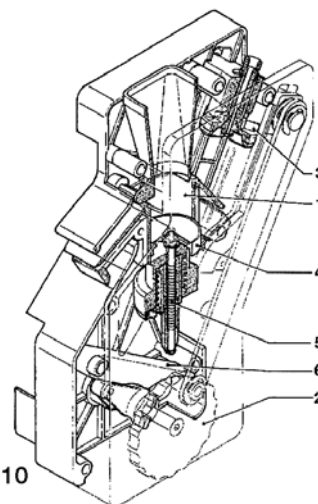

Рис. 10
Кофе попадает в вертикальную камеру для заваривания (1) (см. рис. 10).